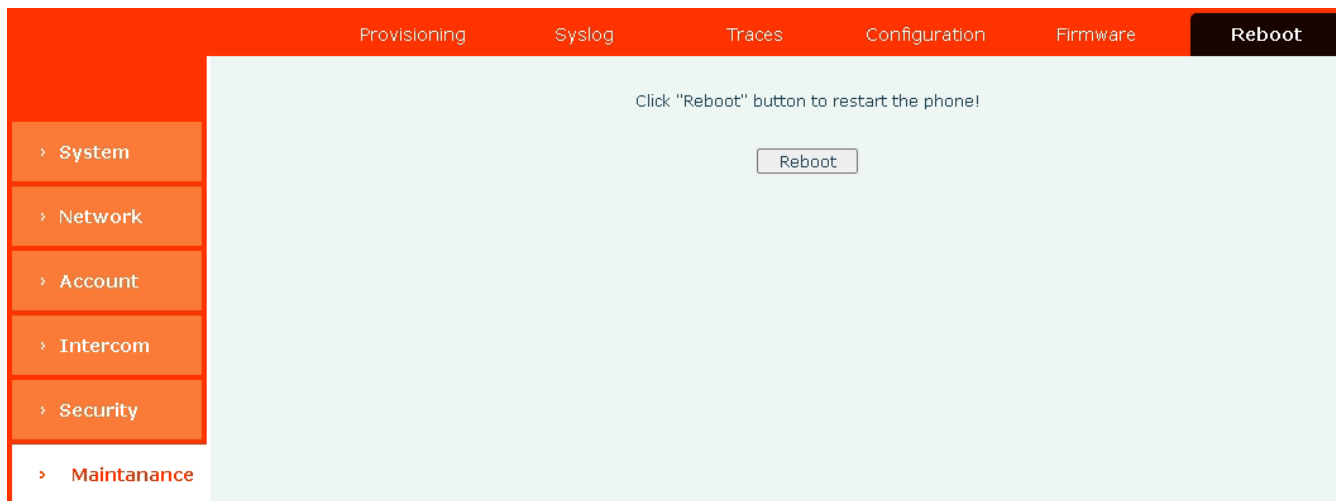

Рисунок 13 – Перезагрузка
2.7.8.1 Перезагрузка платы выполняется в меню «Maintenance / Reboot» по нажатию кнопки «Reboot» (рисунок 13).